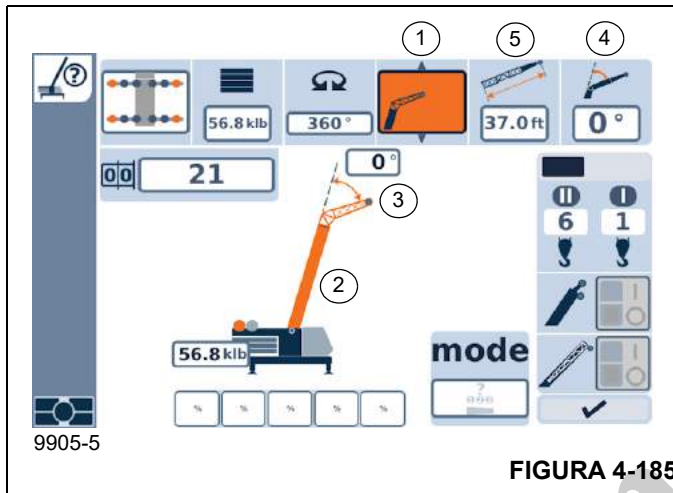

FIGURA 4-185
- Selecione e confirme o símbolo (1, Figura 4-185).
- Use o símbolo (1, Figura 4-185) para selecionar o sistema de lança montada.